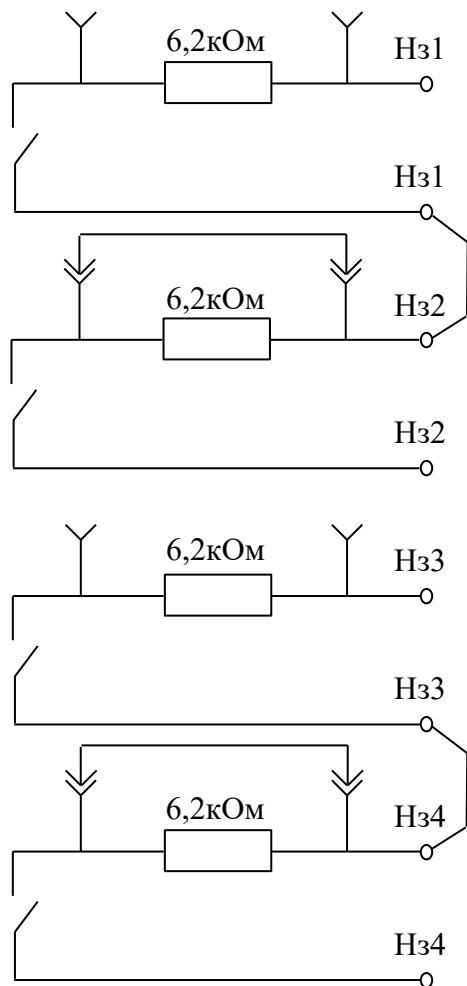

Рисунок 9 – Схема подключения выходных контактов реле для использования по одному реле на каждый участок охраны.
2.4.1.2 В изделии используется четыре выходных реле (см. таблицу 3 и рисунок 9). Для подключения четырех выходных реле к ССОИ через сопротивления 6,2 кОм необходимо снять перемычки X1, X2, X3, X4 на плате БОС. Перемычки X1, X2, X3 и X4 замыкают резисторы 6,2 кОм. Если, вместо четырех реле необходимо использовать только два (по одному реле на участок), то выходной контакт «3» (Нз1) колодки ХТ7 необходимо объединить с выходным контактом «4» (Нз2), а выходной контакт «7» (Нз3) с выходным контактом «11» (Нз4) при помощи перемычек из провода. Тогда выходные контакты «2» (Нз1) и «5» (Нз2) будут использоваться в качестве выходных контактов реле первого участка, а выходные контакты «6» (Нз3) и «12» (Нз4) в качестве выходных контактов реле второго участка, как показано на рисунке 9. На рисунке 9 перемычки X1 и X3 сняты, чтобы в каждом реле было по одному резистору 6,2 кОм.